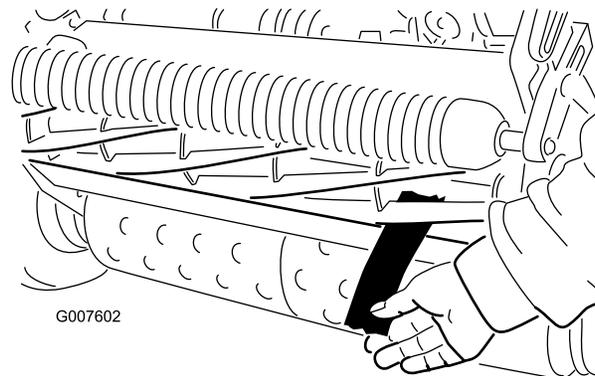

Figura 50
4. En cada extremo del molinete, desde delante, inserte una tira larga de papel de periódico entre el molinete y la contracuchilla (Figura 50). Gire el molinete
6. Cuando termine el ajuste, compruebe si el molinete 'pellizca' un papel cuando se inserta desde delante, y si corta el papel cuando se inserta en ángulo recto respecto a la contracuchilla (Figura 50). Debe ser posible cortar el papel con un contacto mínimo entre la contracuchilla y las cuchillas del molinete. Si se nota una resistencia excesiva del molinete (más de 0.79 N-m (7 pulgadas-libra)), será necesario afilar o amolar la unidad de corte para conseguir los filos necesarios para un corte de precisión (consulte el *Manual de afilado de molinetes de Toro*).